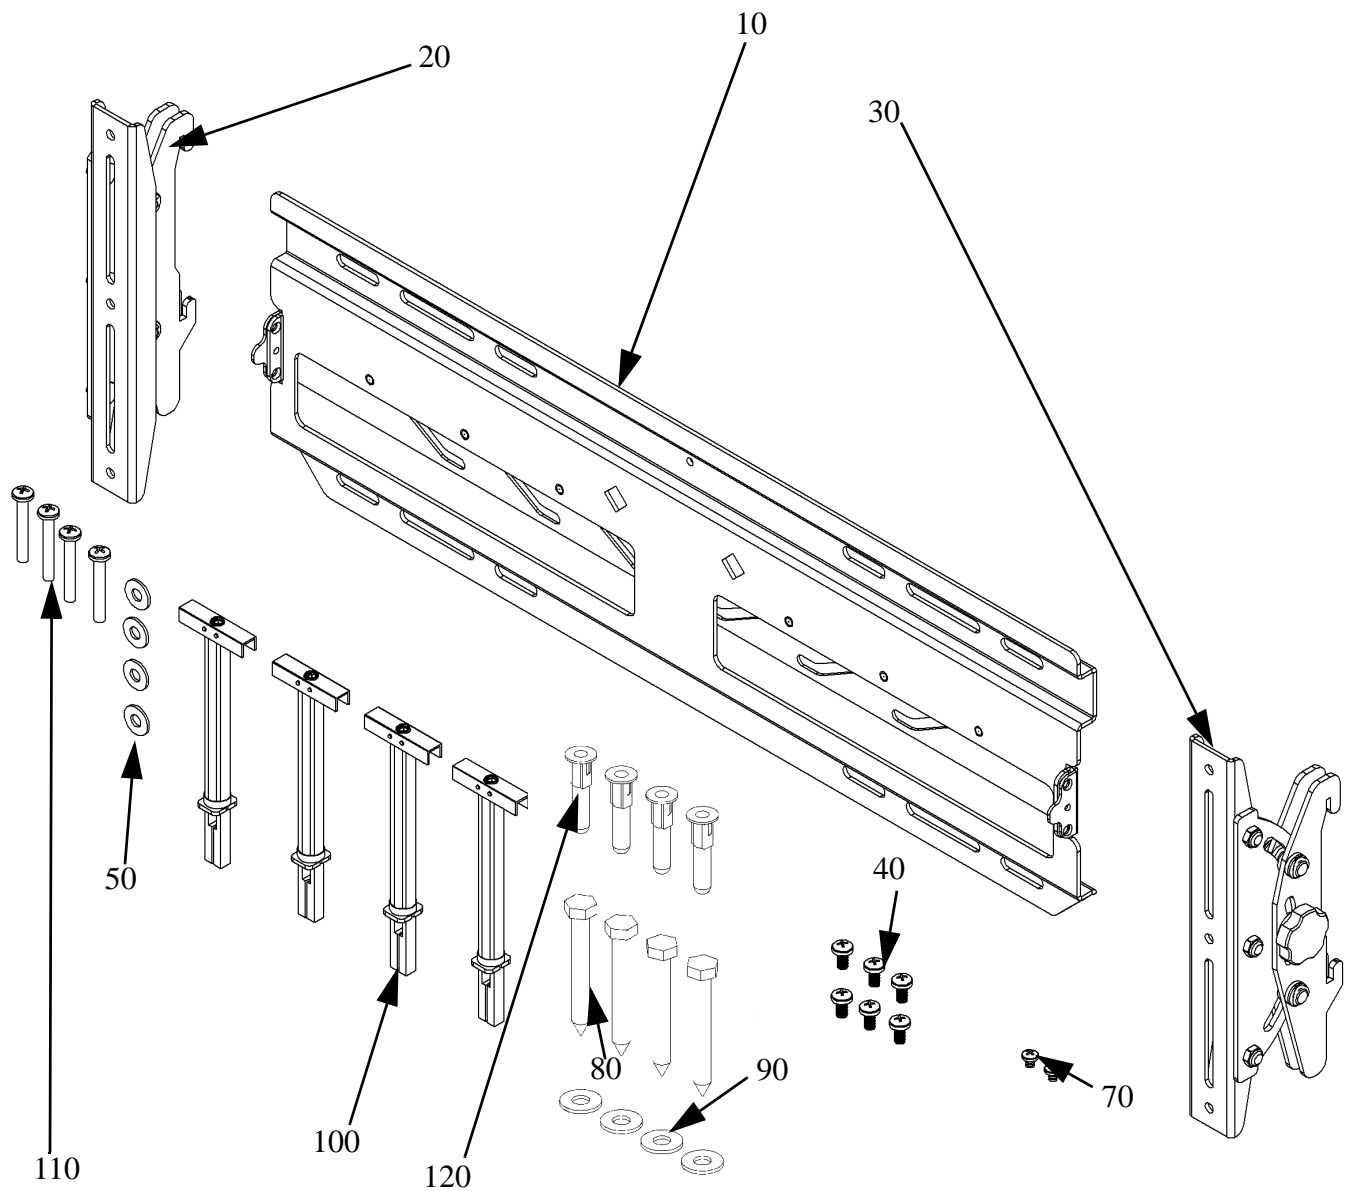

Figura 1. Peças da base basculante de monitor de tela plana
1. Inspeção a base cuidadosamente, em busca de danos de transporte (consulte a figura 1). Se houver qualquer dano aparente, entre em contato com seu agente de reclamações contra a transportadora, não dando continuidade à instalação até que a transportadora tenha vistoriado os danos.